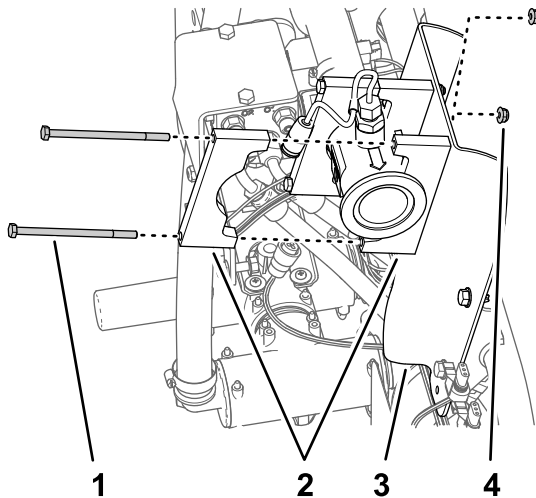

Figure 73
3. Placez les 2 moitiés d'un collier de support entre le débitmètre et son support, puis alignez les trous des moitiés de collier et les trous du support (Figure 73).
4. Alignez une moitié de collier de support à l'arrière du débitmètre et 1 des moitiés de collier que vous avez assemblées à l'opération 3 (Figure 73).
5. Fixez les deux moitiés de collier sur le support de débitmètre (Figure 73) à l'aide de 2 boulons (1/4 x 4-1/2") et 2 contre-écrous à embase (1/4").